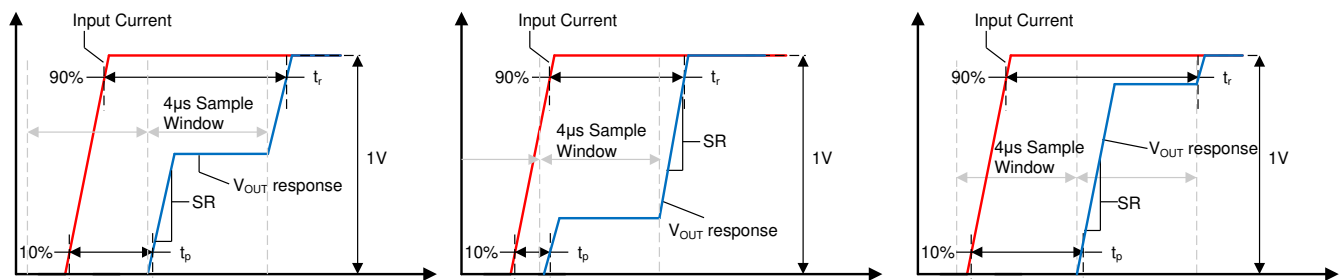

图 8-3. 小电流输入阶跃瞬态响应
压摆率 (SR) 定义为单个积分阶跃输出转换的 V_{OUT} 变化率，如图 8-3 所示。该器件通常需要两个采样窗口才能达到其最终值的 90% 完全稳定，因此该压摆率不等于完全输出摆幅的 10%-90% 转换时间。
传播延迟是输入电流波形达到其最终值的 10% 和 V_{OUT} 达到其最终值的 10% 之间的时长。该传播延迟在很大程度上取决于输入电流阶跃的对齐情况和 TMCS1107-Q1 的采样周期，如图 8-3 中几种不同采样窗口的情况所示。
响应时间是输入电流达到其最终值的 90% 和输出达到其最终值的 90% 之间的时长，这使输入电流阶跃足以在输出上引起 1V 转换。图 8-3 展示了 TMCS1107-Q1 在三种不同时间情形下的响应时间。除非在一个采样窗口开始时直接出现阶跃输入，否则响应时间将包括两个采样间隔。